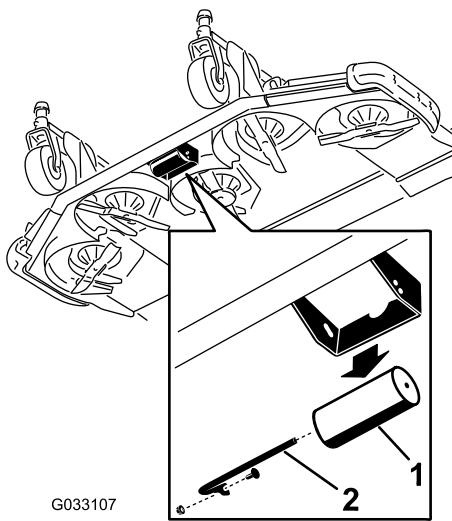

Figura 24
1. Remova o veio do rolo, o parafuso e a porca que prende o rolo ao suporte da plataforma (Figura 24).